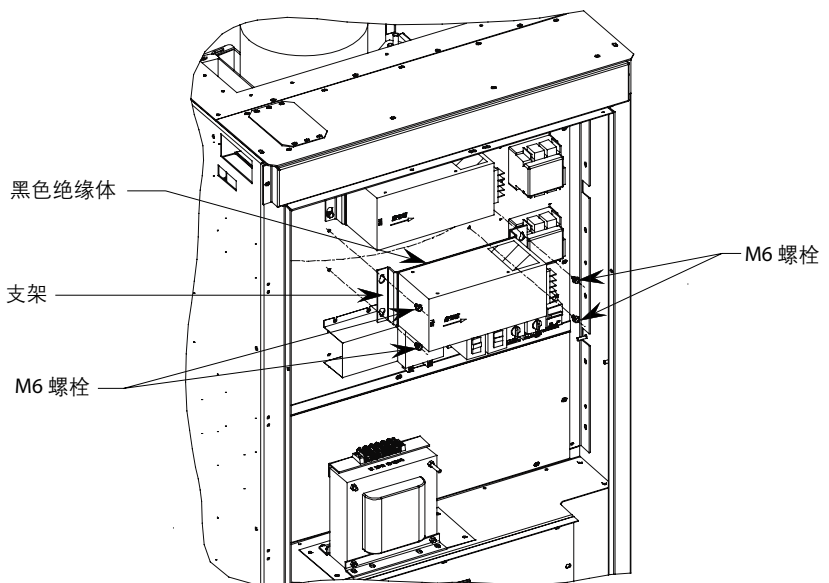

图 5.55 - 低压面板上 AC/DC 电源的更换
3. 按照图 5.55 所示卸下两个 M6 螺栓。
7. 按照步骤 5、4、3、2、1 的顺序重复这些步骤来更换设备(请参阅图 5.55)。